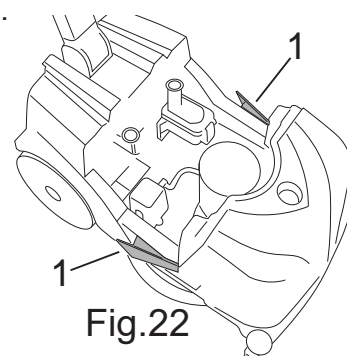

Fig.22
- Нажмите на два боковых рычага блокировки бака (рис. 22 - поз. 1), снимите с рамы бак грязной воды и установите его на пол.